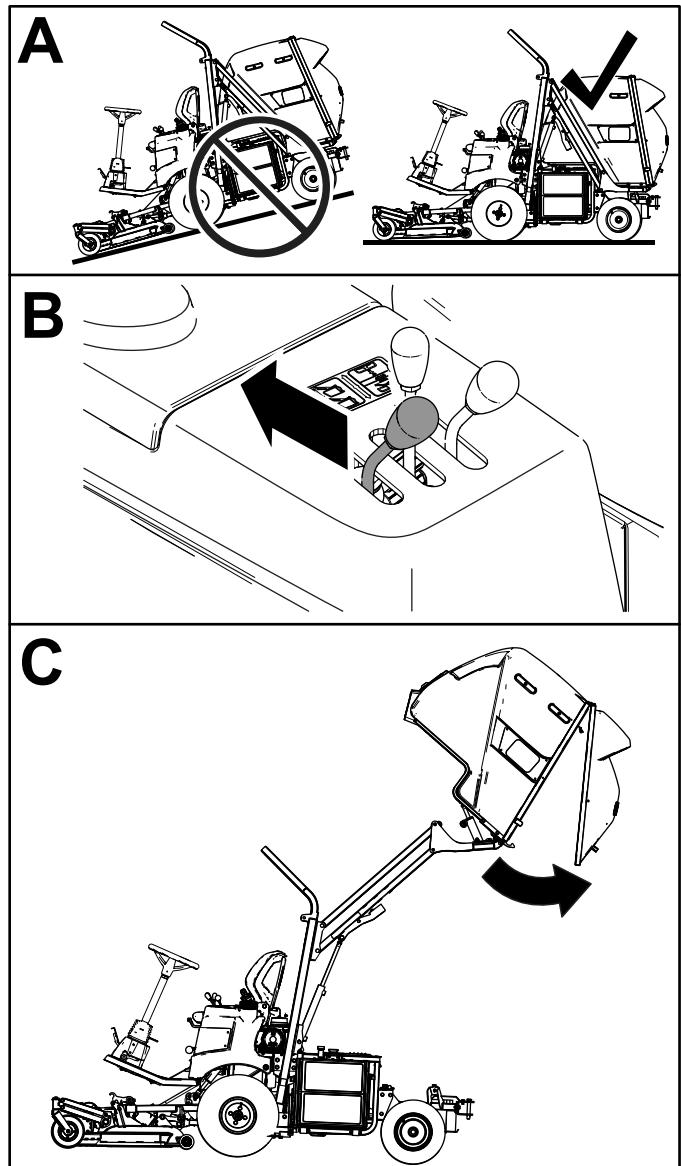

Figura 25
2. Mueva la palanca de volcamiento de la tolva hacia atrás para volcar los recortes de la tolva (Figura 25).